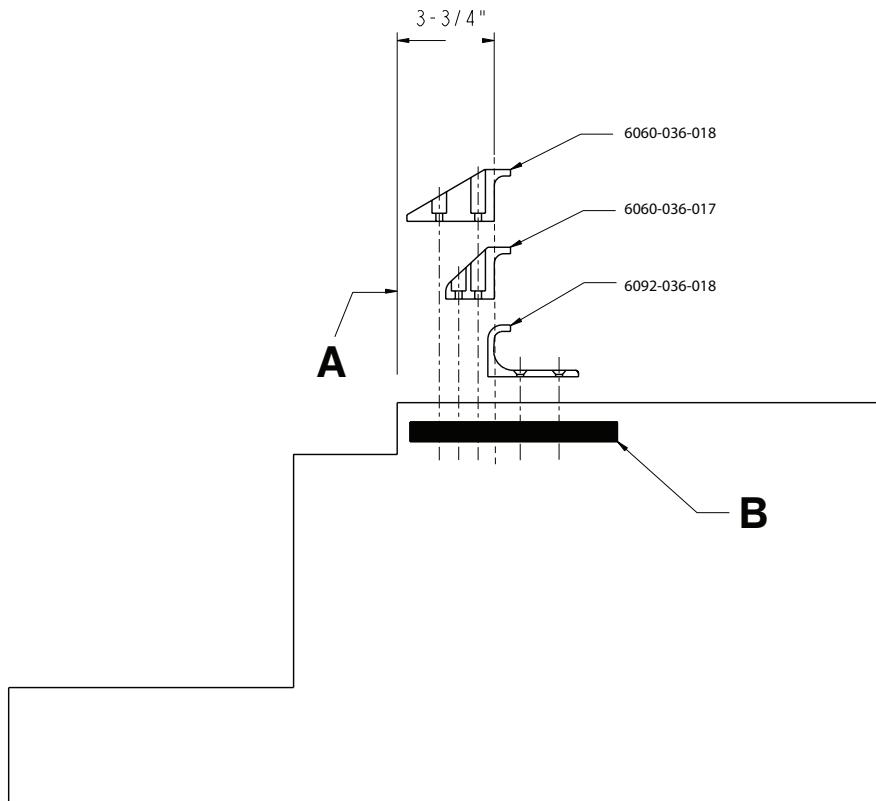

Figure 4 – Positionnement du crochet de sécurité du véhicule
2. Positionner le crochet de sécurité du véhicule à 3-3/4 po (9,5 cm) au moins du bord avant du seuil de la porte (A) (Figure 4). La distance recommandée depuis la partie avant du crochet de sécurité ne doit pas être inférieure à 3-3/4 po (9,5 cm).